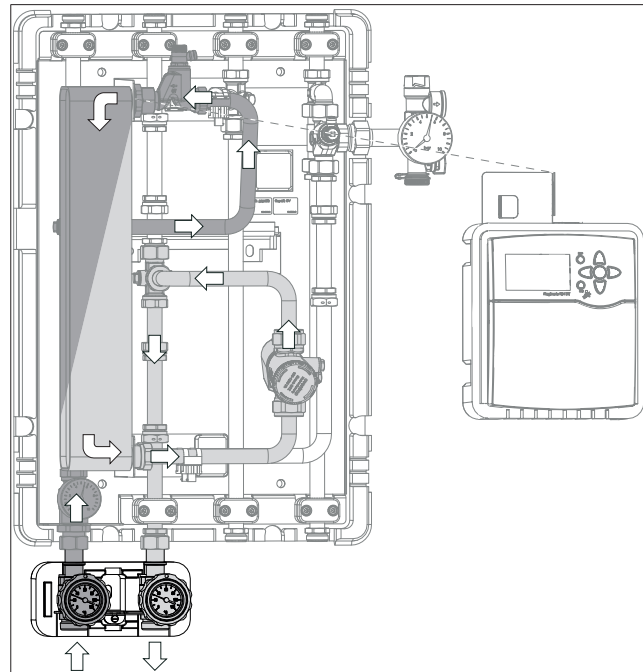

Abb. 16: Primärseite Regudis H (Anschluss von unten)
Das heiße Versorgungswasser aus dem Nah- bzw. Fernwärmenetz strömt durch den Vorlauf entweder von oben oder unten (siehe Abb. 16 auf Seite 18) in den Wärmeübertrager (siehe Abb. 4 auf Seite 8 (15)).
Das Versorgungswasser wird über den Primärkreis Rücklauf (siehe Abb. 16 auf Seite 18) an das Versorgungsnetz zurückgeführt.